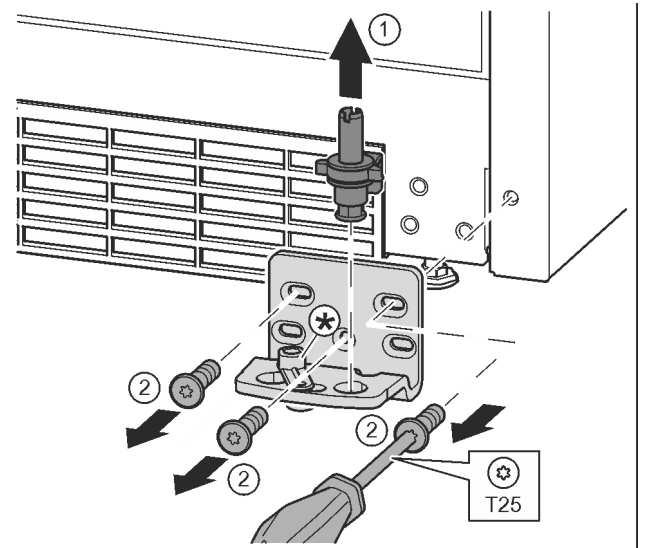

Fig. 16
- ▶ Extraiga el perno de cojinete completo hacia arriba. Fig. 16 (1)
- ▶ Desenrosque los tornillos con el destornillador T25 y retire el soporte de cojinete Fig. 16 (2)